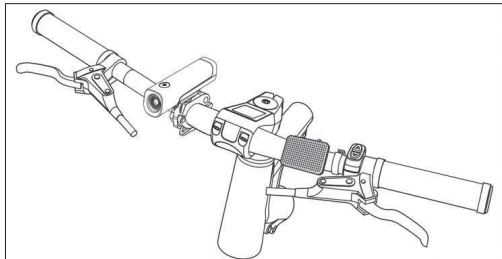

Abbildung 9-3
- Befestigen Sie den Frontreflektor und die Klingel am Lenker, wie in [Abbildung 9-3] gezeigt.